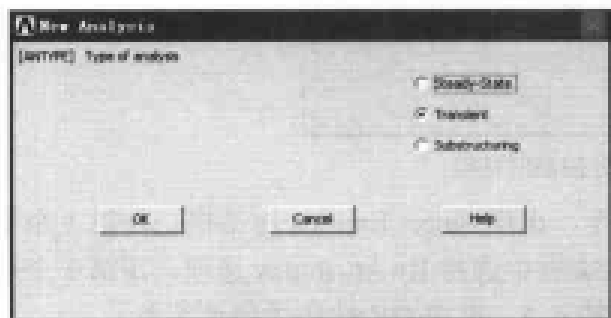
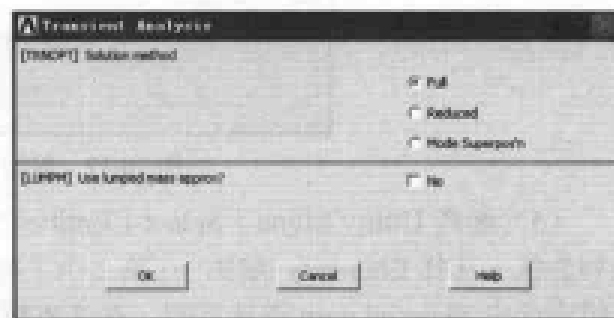

图 10-14 指定分析类型对话框
图 10-15 瞬态分析选项设置对话框
(1) 选择 Main Menu | Solution | Analysis Type | New Analysis 命令, 出现 New Analysis 对话框。选择分析类型为 Transient, 如图 10-14 所示, 单击 OK 按钮, 出现 Transient Analysis 对话框, 在 [TRNOPT] Solution method 选项组中选中 Full 单选按钮, 如图 10-15 所示, 单击 OK 按钮关闭该对话框。